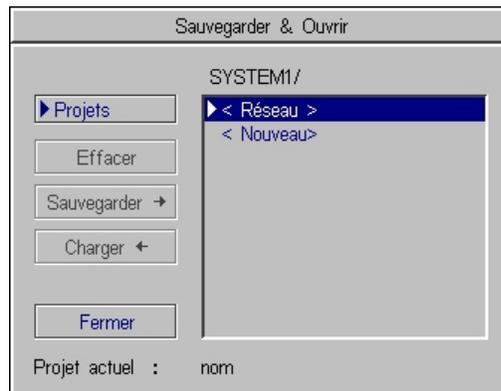

Figure 3-1. Boîte de dialogue Sauvegarder & Ouvrir
2. Sélectionnez **Enregistrer & Ouvrir** pour ouvrir la boîte de dialogue Sauvegarder & Ouvrir (voir Figure 3-1. Boîte de dialogue Sauvegarder & Ouvrir).